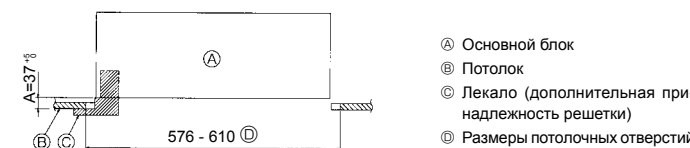

Fig. 4-6
3. Если основной блок нельзя выровнять относительно монтажного отверстия на потолке, его можно отрегулировать с помощью слота на монтажной плите. (Fig. 4-6)